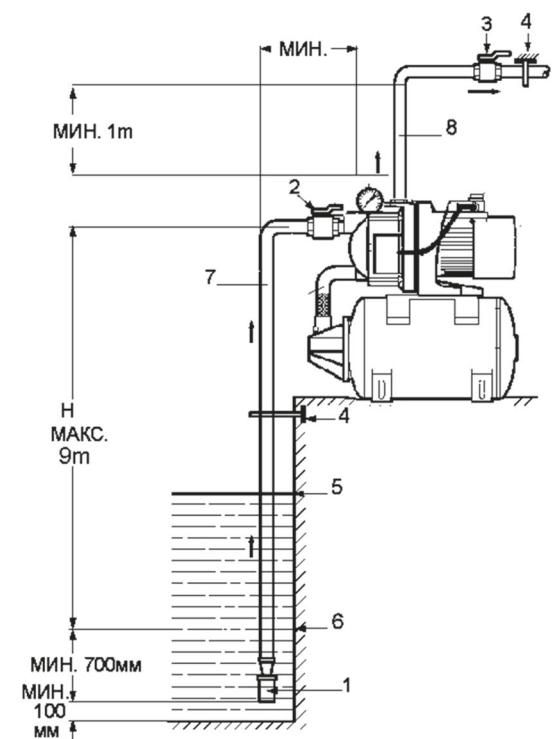

рис. 2
## Использование насосной станции в режиме всасывания при заборе воды из колодца или резервуара (рис. 2).
2. Закройте задвижку напорного трубопровода (рис.2-п.3).
4. Завинтите по направлению (+) гайку (A) до упора.
5. Отвинтите по направлению (-) и снимите гайку (B).
9. Медленно отвинтите гайку (A) по направлению (-) до щелчка: вы установили давление включения.
10. Завинтите гайку (B), не обращая внимания на возможный щелчок.